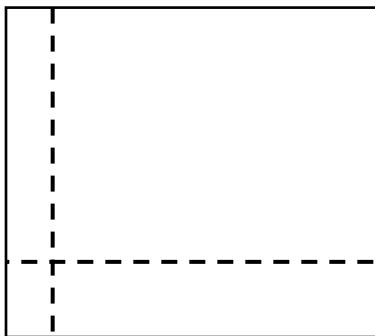

Figure 1 : Lignes de craie
- Déplacez les lignes tracées à la craie vers le coin ou l'extrémité de la pièce, le plus loin possible du seuil de porte. Ces lignes devraient se trouver à 0,6 à 1 m (2 à 3 pi) du mur, selon votre portée. (Figure 1)